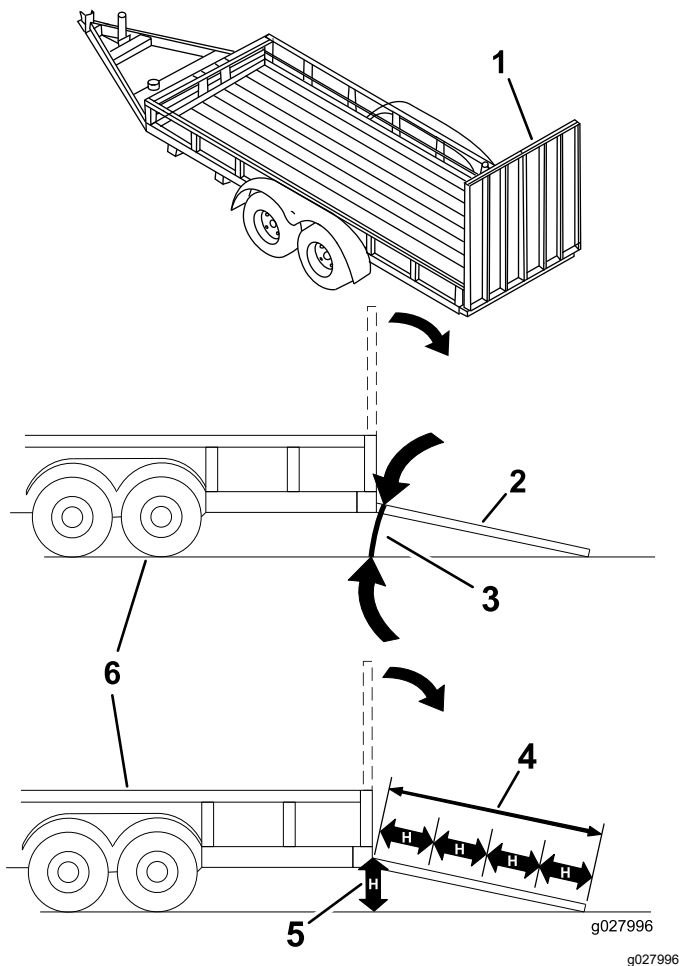

Figure 26
Le chargement de la machine sur une remorque ou un camion augmente le risque de basculement, et donc de blessures graves ou mortelles (Figure 26).
1. Abaissez la rampe pour que l'angle avec le sol ne dépasse pas 15 degrés (Figure 26).